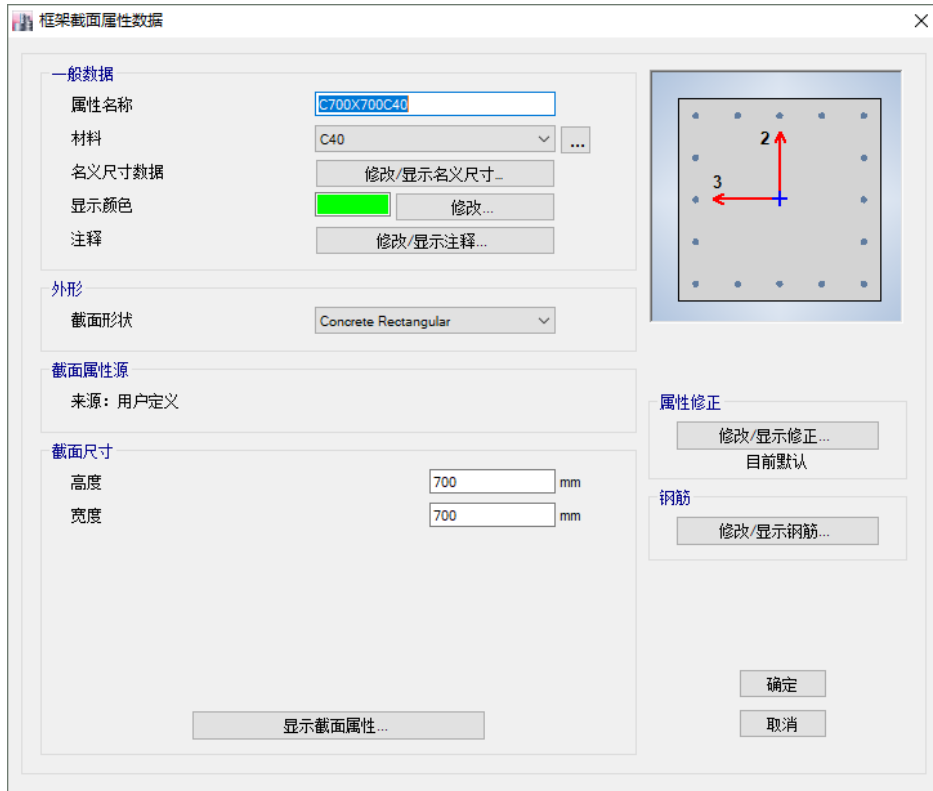

图 3-7 框架截面属性数据对话框
3. 在形状类型区域的截面形状下拉列表中选择 **Concrete Rectangular**，或者在常用截面类型区域中点击混凝土下方的矩形截面按钮 ，点击确定按钮，弹出框架截面属性数据对话框，如图 3-7 所示：